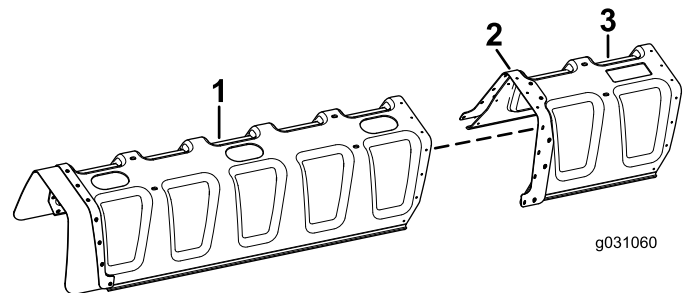

Figura 5
1. Alinee los taladros de la cubierta de 11 boquillas con los taladros de la pletina de refuerzo que está acoplada a la cubierta de brazo de 12 boquillas (Figura 5).